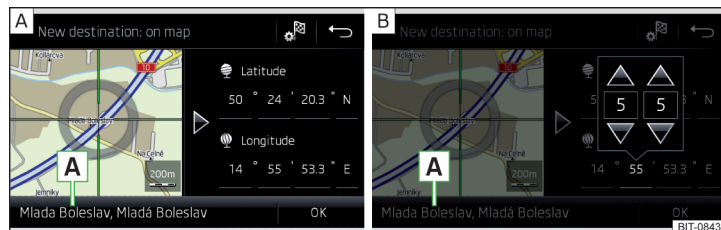

Fig. 224 Introducerea destinației: prin intermediul punctului de pe hartă/cu ajutorul coordonatelor GPS
- ▶ Prin atingerea ecranului, deplasați destinația dorită în punctul de intersecție al liniilor » fig. 224 - **[A]**.
- ▶ Atingeți și setați pe rând, valorile coordonatelor GPS » fig. 224 - **[B]**.
Dacă în datele de navigație ale Infotainment sunt disponibile informații despre punct, acestea sunt afișate în locul coordonatelor GPS (de exemplu adresa **[A]** » fig. 224).